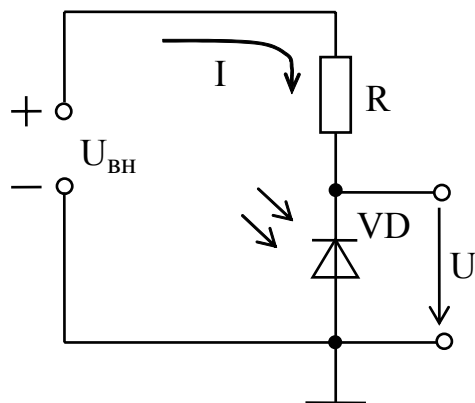

Рис. 1.9
- с внешним источником электрической энергии (фотодиодный или фотопреобразовательный режим) (рис. 1.9).